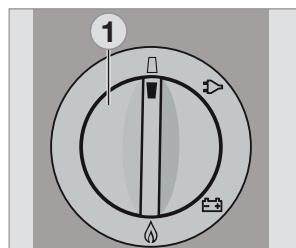

Fig. 31
- En los modelos de ignición a pila, ponga el conmutador de selección de energía (1) en la posición "DESC". El aparato está desconectado (Fig. 31).